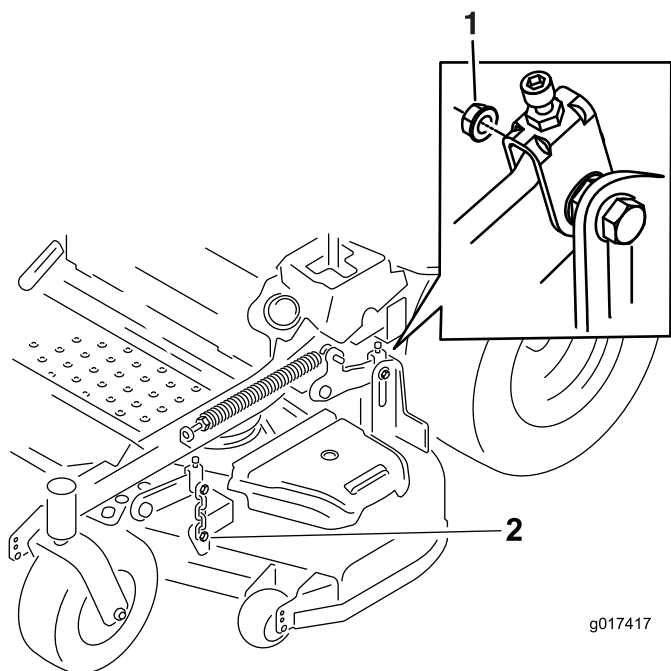

Figura 88
7. Togliete e conservate il bullone di spallamento e il dado degli accessori di sollevamento del piatto di taglio posteriore e anteriore su entrambi i lati della macchina (Figura 88).